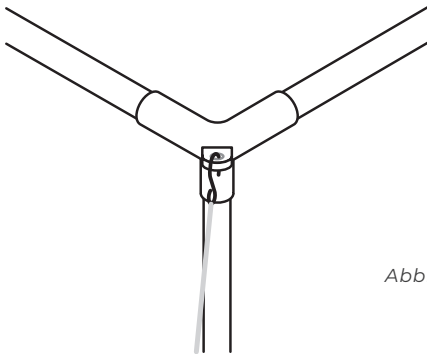

Abbildung 12
2. Befestigen Sie den S-Haken des Spanngurts an der Schlaufe des Eckstücks (Abbildung 12).
1. Befestigen Sie den S-Haken des Spanngurts an der Schlaufe des Eckstücks (Abbildung 12).